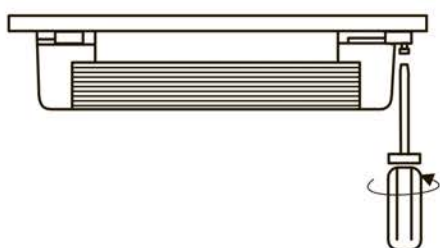
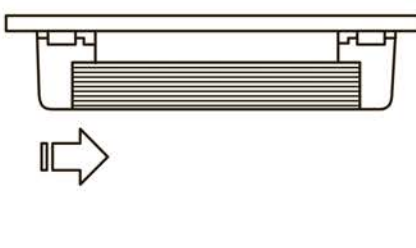

Рисунок 5
Рисунок 6
– зафиксируйте винтом самонарезающим второй установочный элемент на монтажной поверхности с другой стороны светильника (рисунок 5), надвиньте паз на второй установочный элемент, пока оба установочных элемента не окажутся по центру пазов светильника (рисунок 6).